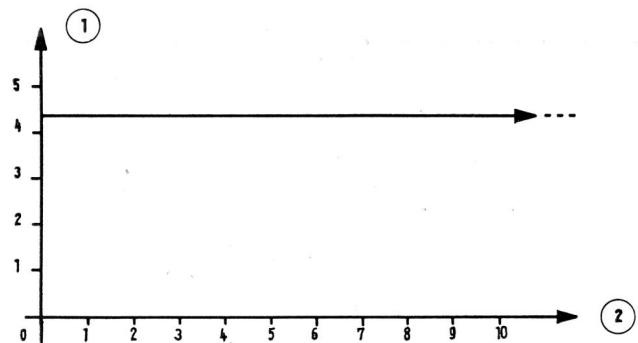

Fig. 98      1 Intensité
**Règle:** Un courant continu est toujours égal, de même sens et en principe de même valeur (fig. 98).